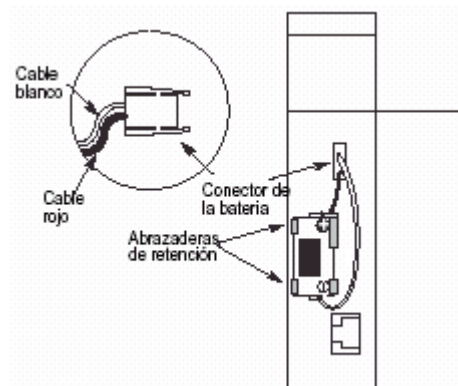

Figura. 2.7 Batería de Respaldo para el procesador.
4. Insertar el conector de la batería dentro del conector. Ver la siguiente figura 2.7.